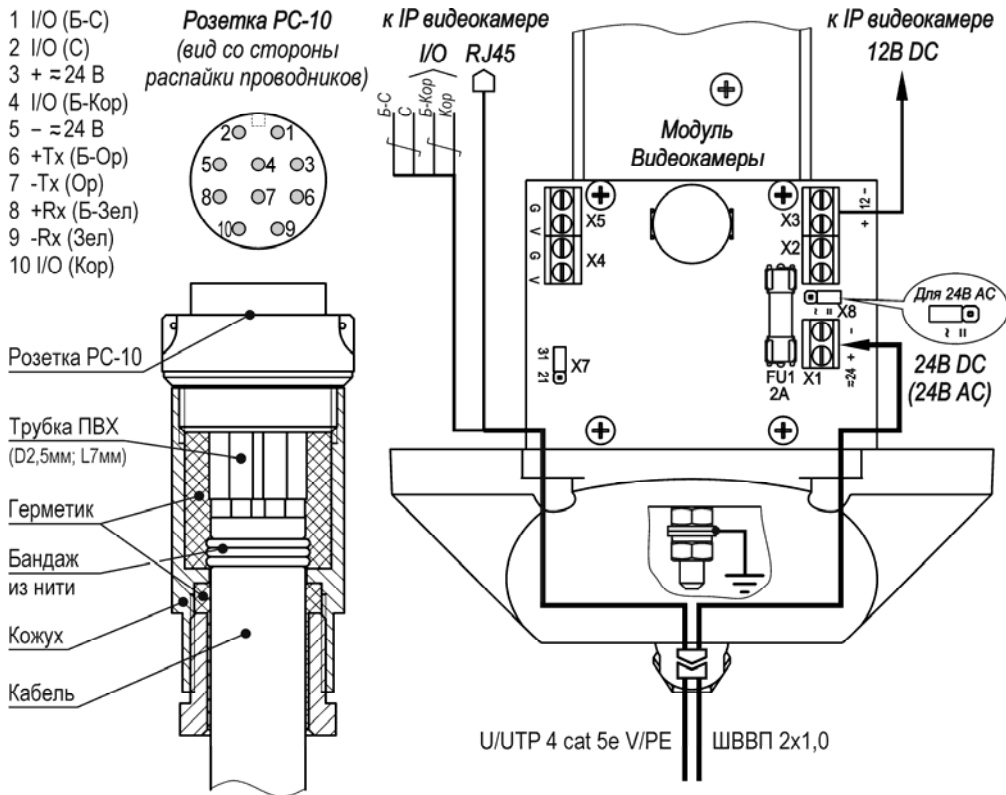

Рис.2 Распайка разъёма PC-10 и схема подключения IP-видеокамеры
1. Распаять ответную часть разъема PC-10 согласно требованиям к электромонтажу в соответствии с рис.2. После распайки разъем заполнить герметиком кремнийорганическим.
4. При необходимости изменить напряжение питания гермобокса или мощности обогрева, выкрутить 4 винта крепления задней крышки гермобокса, выдвинуть модуль видеокамеры из кожуха и установить джамперы X7 и X8 в нужное положение (рис.2). Установить модуль видеокамеры обратно в кожух. Закрутить 4 винта крепления задней крышки.
– X7 в положение «31» - мощность обогрева 31 Вт, для изменения мощности на 21 Вт джампер X7 необходимо переставить в положение «21» (см. рис.2);
– джампер X8 установлен в положение «=» – напряжение питания 24В DC, для питания гермобокса переменным напряжением 24В необходимо переставить джампер X8 в положение «~» (см. рис.2).